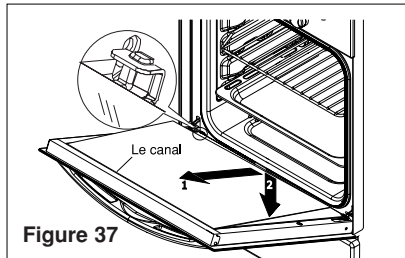

Figure 37
6. Repositionner la vitre dans le canal de support supérieur, tirer vers soi afin de la remettre dans ses ergots (Voir fig.37-étape 1).
Ne pas oublier de retirer les tiges métalliques (Voir fig.37-étape 2).